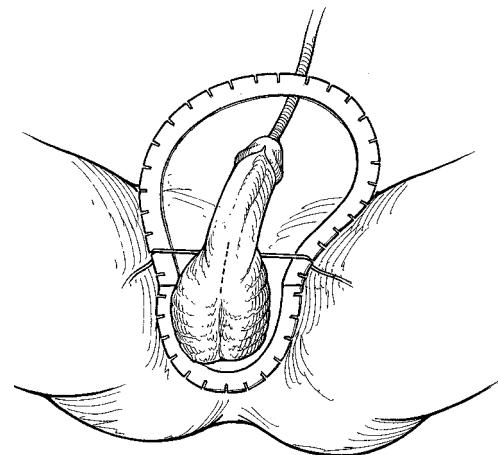

Figura 4-2. Penoescrotal: identificación del lugar de la incisión
- Cuando utilice el retractor SKW, coloque el retractor de anillo en el paciente con el anillo grande hacia la cabeza del paciente (en dirección cefálica) y el anillo pequeño hacia los pies del paciente (en dirección caudal). (**Figura 4-2**).
- Mientras mantiene la incisión en el pene, coloque ganchos en las posiciones de la 1, 5, 7, 11, 3 y 9 en punto (**Figura 4-2**).